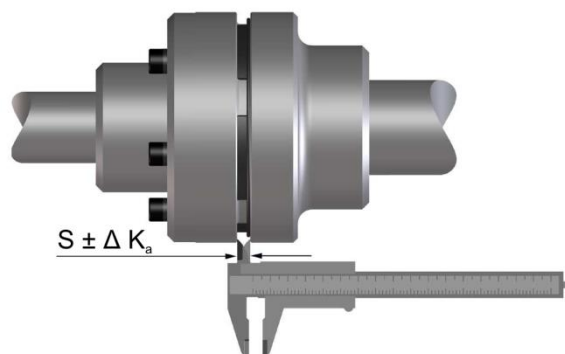

Bild 16
- ☐ Axiales Einbauspiel S messen (Bild 16).